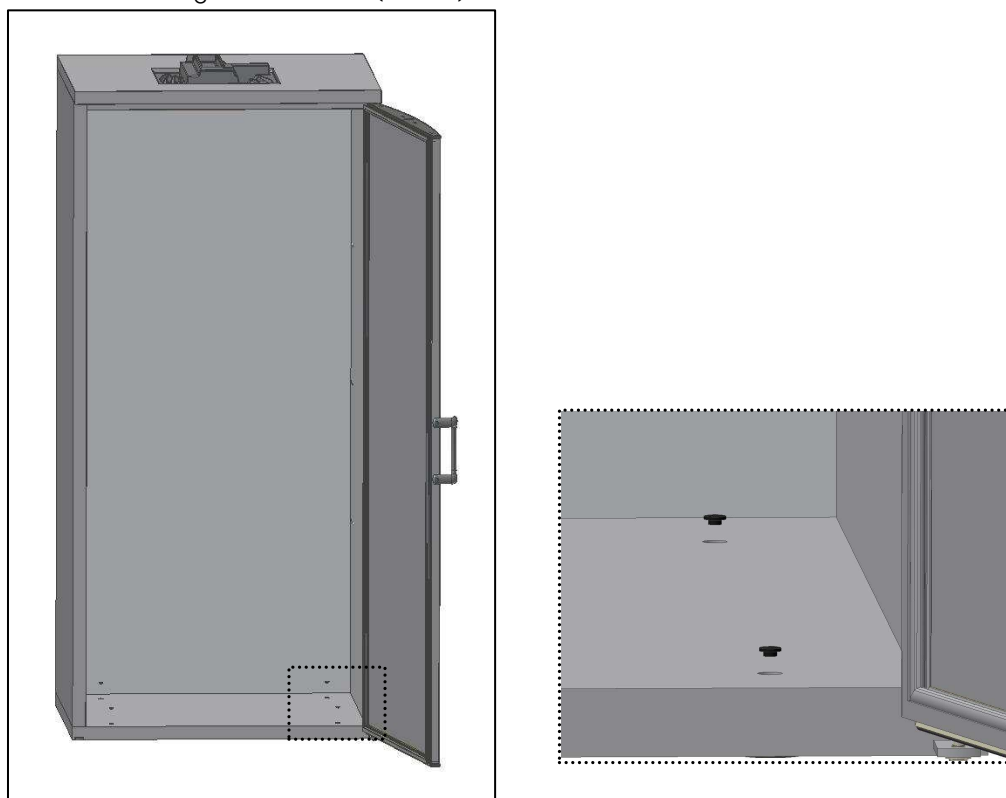

Abb. 11
- Stellen Sie die kleine Abdeckung auf den Boden (Abb.11).